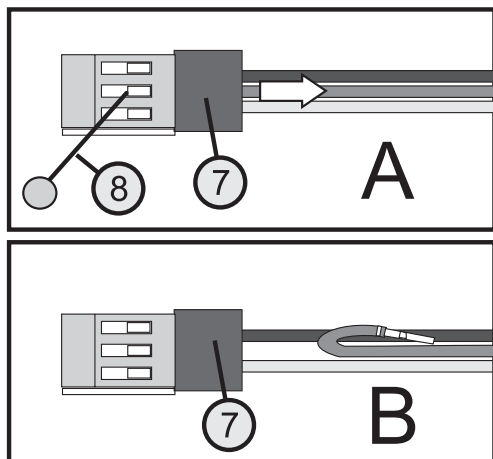

Figure 2
- Débranchez pour cela le connecteur (7) du câble de raccordement à 3 broches du récepteur.
- Soulevez avec une épingle (8) la languette de verrouillage du contact médian et retirez avec précaution le contact situé sur le câble de la fiche (voir figure 2 A).
- Pliez ensuite le contact à présent dénudé vers l'arrière (voir figure 2 B) puis isolez-le à l'aide d'un ruban adhésif et fixez-le au câble à 3 broches.